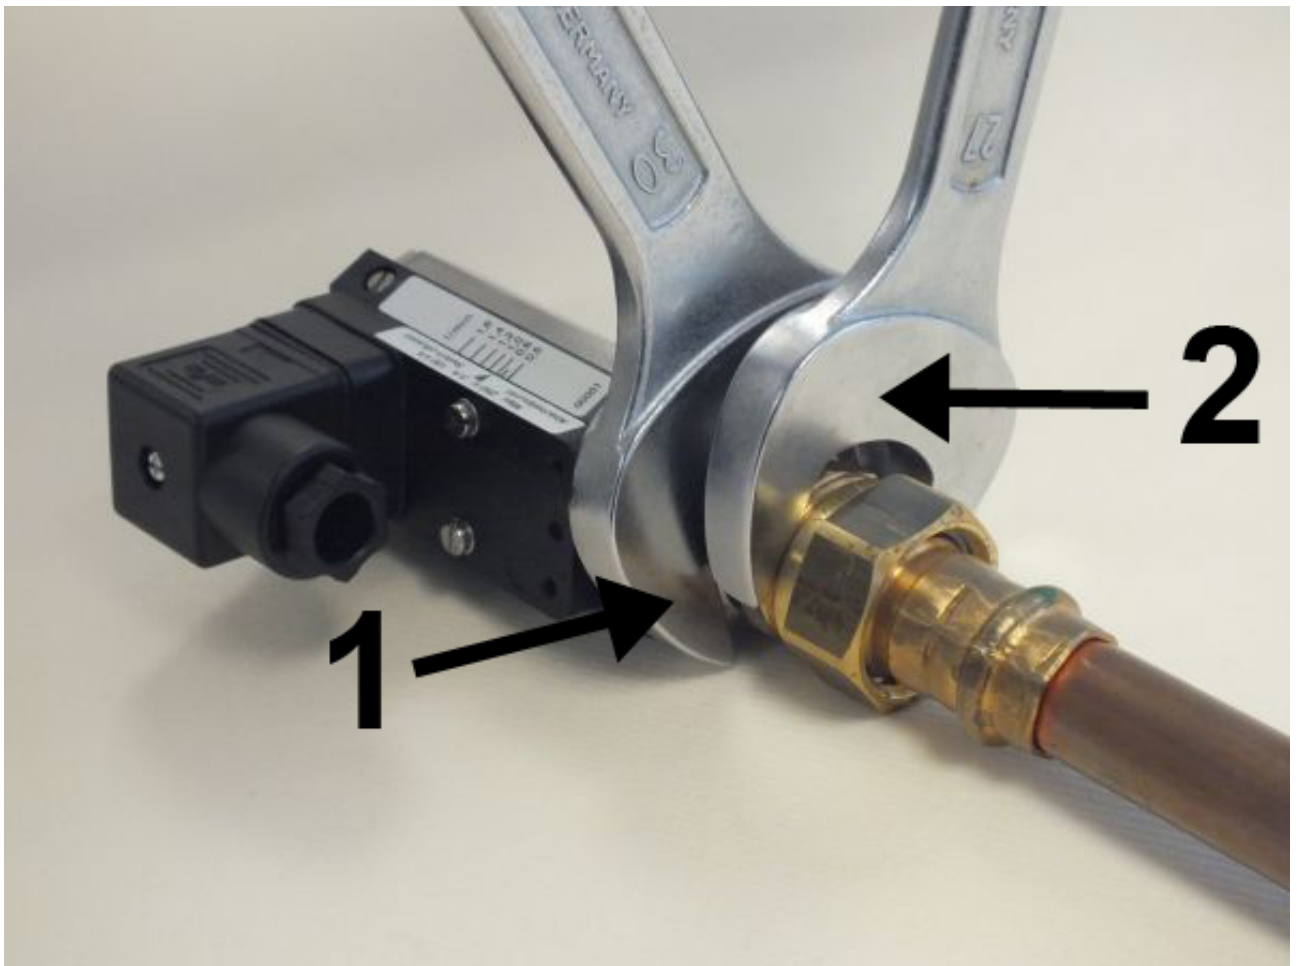

Abb. 11: Gerät einschrauben
2. ➔ Mit passendem Maulschlüssel (*Abb. 11/2*) die Übergangverschraubung der Rohrleitung eindrehen. Dabei die Geräteverschraubung mit einem passenden Maulschlüssel (*Abb. 11/1*) gegenhalten